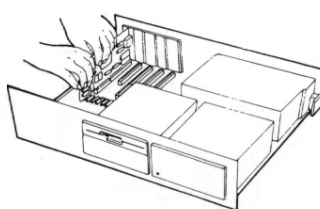

Figure 4
6. Introduisez la carte dans le connecteur (voir Figure 4 ci-dessus). Lors de cette opération, veillez à ce que la carte reste bien perpendiculaire à la carte mère, ses lames dorées étant alignées avec le connecteur. Enfoncez la carte à fond dans le connecteur.